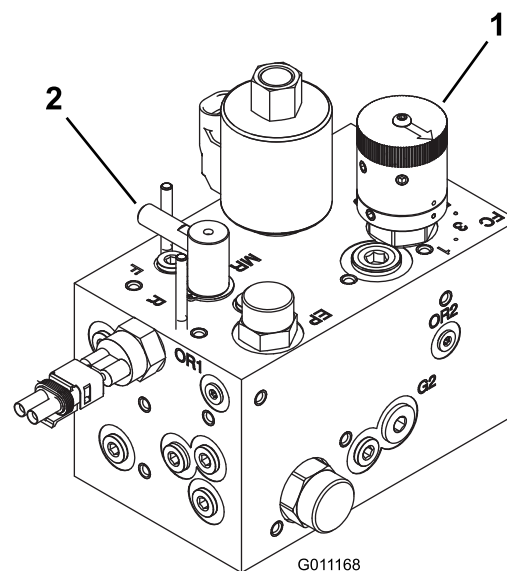

Рисунок 75
3. Поверните регулятор обратного вращения в положение обратного вращения (R). Поверните регулятор скорости барабана в положение 1. См. Рисунок 75.